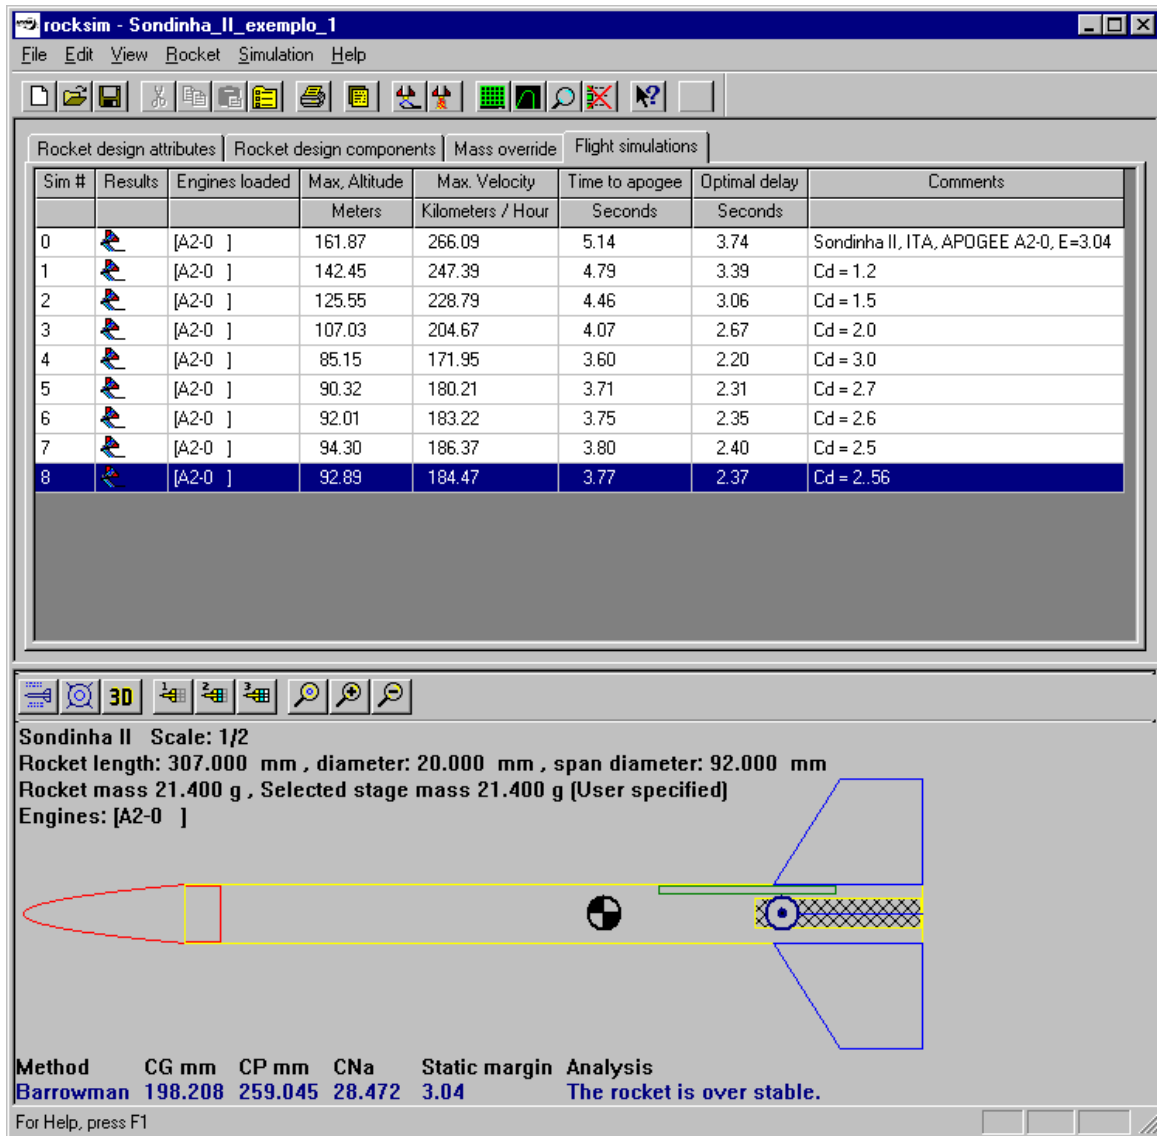

Figura 21. Exemplo de determinação do coeficiente de arrasto ( $C_D$ ) efetivo.
- (i) Efetuar nova simulação usando  $C_D$  prescrito em 2.56. O  $t_I$  resulta em 9.99 s. Este resultado já está bem próximo do experimental, 10 s. Portanto, neste exemplo, o  $C_D$  efetivo do MF seria de 2.56. E o apogeu, simulado em 161.87 m, seria realmente algo em torno de 93 m, conforme mostrado na Figura 21.